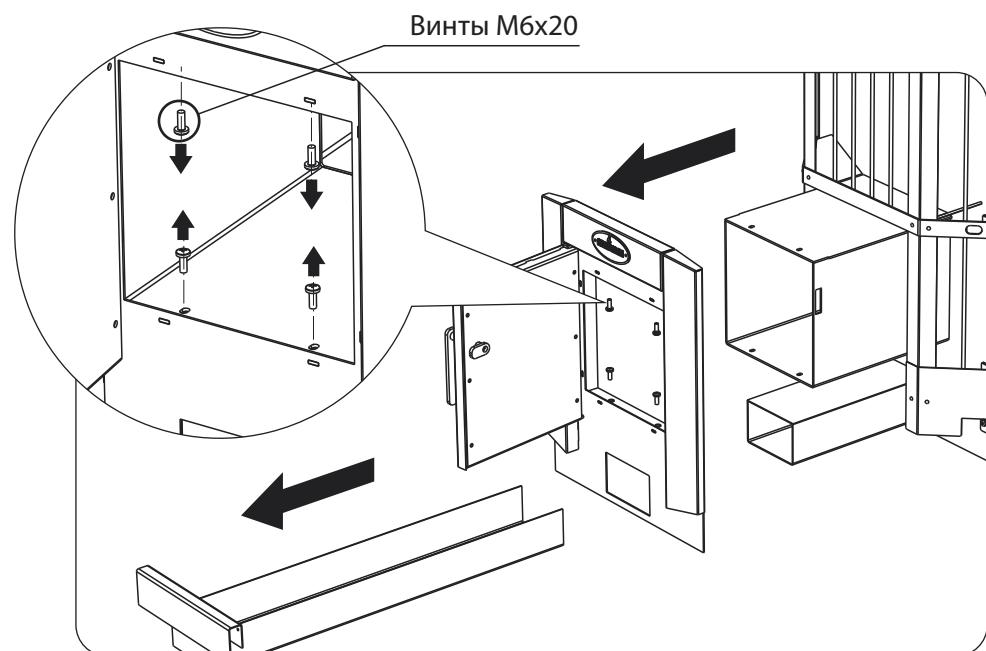

Рисунок 6. Монтаж печи
2. Снять панель выкрутив 4 винта, расположенных в верхней и нижней частях топливного канала (рисунок 6).